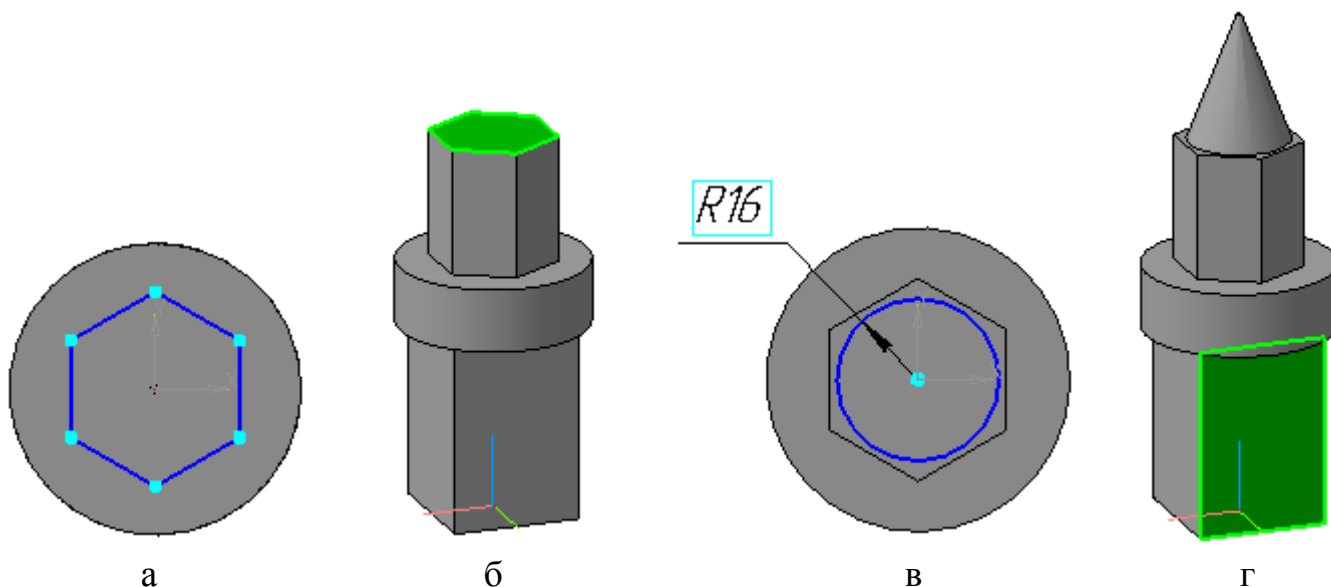

Рис. 4
- ортогональное черчение. Расположите шестиугольник, как показано на рис. 4, а;
- щелчком ЛКМ выделите верхнюю грань призмы (вы укажете плоскость для дальнейшего построения – зеленая) – рис. 4, б;
- установите курсор мыши в начало координат (сработает глобальная привязка **Ближайшая точка**). Постройте окружность радиусом 16 мм (рис. 4, в);
- щелчком ЛКМ выделите переднюю грань параллелепипеда (вы укажете плоскость для дальнейшего построения – зеленая) – рис. 4, г;